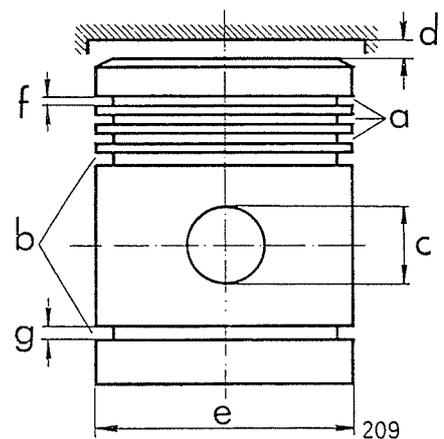

Bild 209 Erklärungen zum Kolben
10) Wie die angegebenen Maße zu verstehen sind zeigt Bild 209.